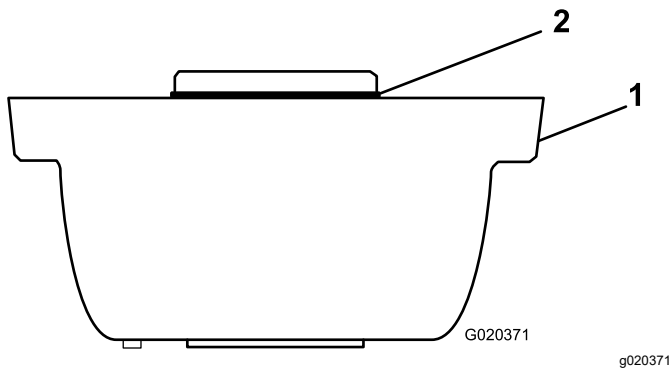

Figura 3
1. Instale la junta tórica en el alojamiento del cepillo de rodillo, tal y como se muestra en la Figura 3.